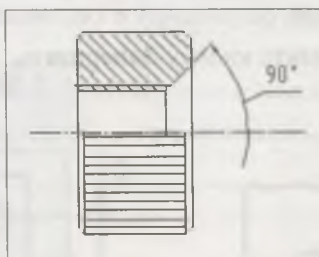

Рис. 12.33. Построение углового размера с обрывом
Угловой размер с обрывом ставится, когда разрез детали (симметричной относительно оси) выполнен только на одной ее половине (рис. 12.33).
- ◆ задайте точку начала полки для размерного числа. Линия-выноска должна начинаться приблизительно с середины размерной линии. После построения углового размер с обрывом должен выглядеть так, как на рис. 12.33.